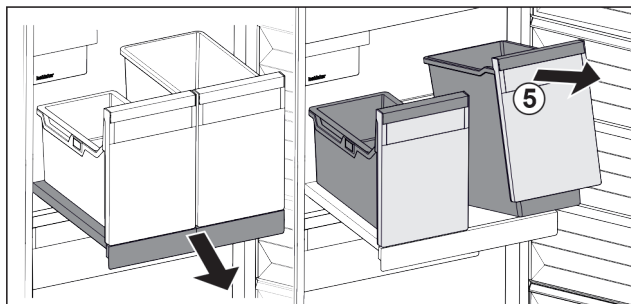

Fig. 33
- ▶ Løft beholderen Fig. 33 (5) foran.